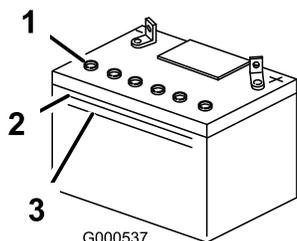

Рисунок 42
3. Посмотрите на боковую стенку аккумулятора. Уровень электролита должен доходить до **верхней** линии (Рисунок 42). Следите, чтобы уровень электролита не опускался ниже нижней линии (Рисунок 42).
5. Снимите с аккумуляторной батареи вентиляционные крышки (Рисунок 42).
верхней линии (Рисунок 42) на корпусе аккумуляторной батареи.
7. После заполнения элементов аккумуляторной батареи подождите пять–десять минут. В случае необходимости добавьте дистиллированную воду, доведя уровень электролита до верхней линии (Рисунок 42) на корпусе аккумулятора.